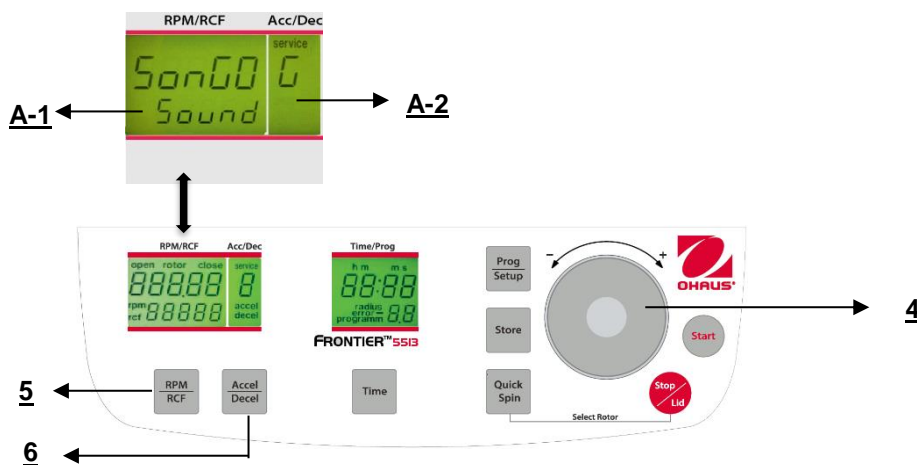

Abbildung. 32
Fahren Sie fort wie unter Punkt 4.1.2 beschrieben, um in den Programmmodus einzutreten und drücken Sie dann die Taste "**Accel/Decel**" (6). Auf der Anzeige blinkt "**Acc/Dec**" (A-2) das Wort "**Service**". Wählen Sie nun den Buchstaben "**G**" mit Hilfe des Anpassungs Wählscheibe (4). Als Ergebnis erscheinen auf der Anzeige "**RPM/RCF**" (A-1) die Worte "**SonGo/Sound**". **Nach dem Drücken der Taste "RPM/RCF" (5)** können Sie mit Hilfe des Anpassungs Wählscheibe (4) ein Lied auswählen. (Siehe Abbildung 32).